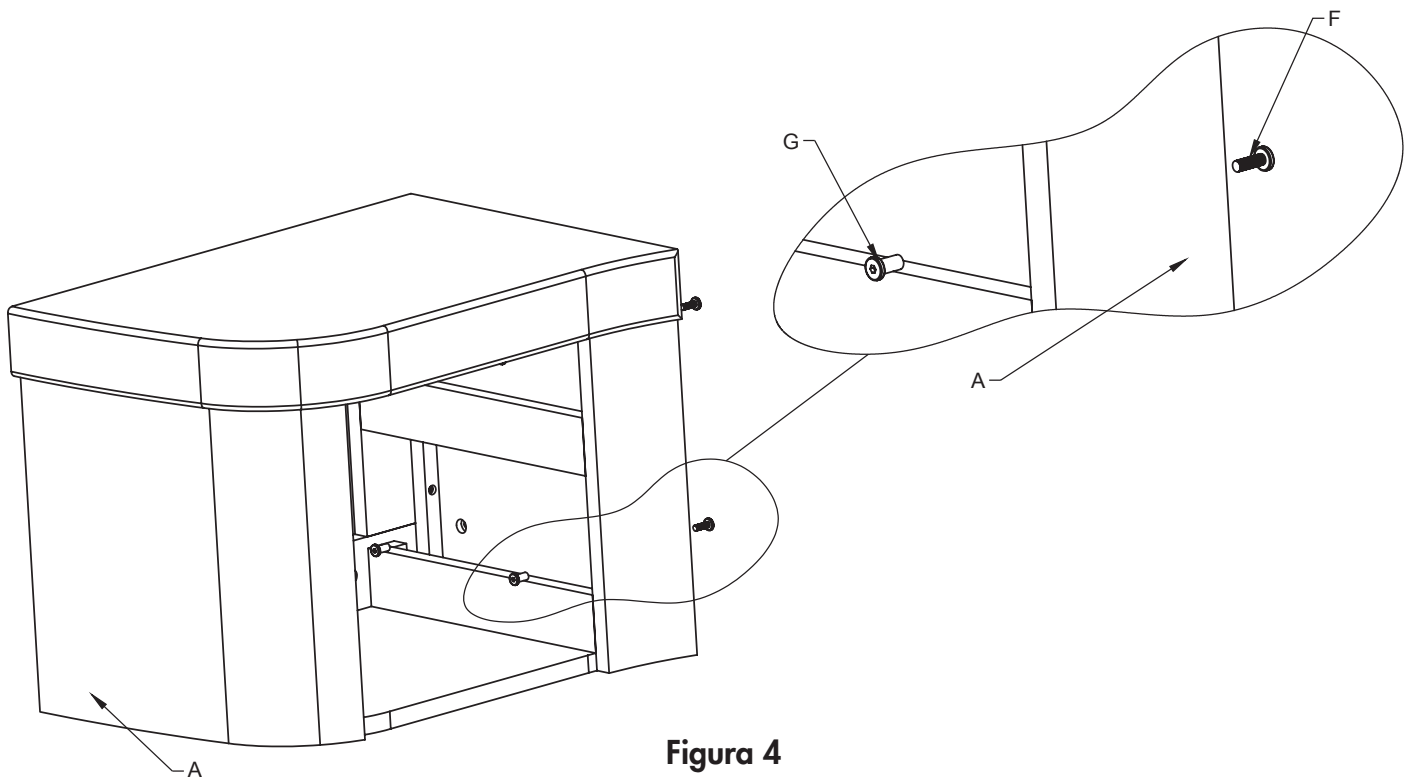

Figura 4
- Taladre los agujeros ya pretaladrados usando una broca de 6,5 mm en el lado del **conjunto del cajón izquierdo (A)** donde se fije la unidad 5605-1.
- Con la ayuda de una persona, fije **el conjunto de cajón izquierdo (A)** y la otra unidad deseada usando el **tornillo hembra de instalación lateral (F)** y el **tornillo macho de instalación lateral (G)**.
- Vea la **figura 4**.